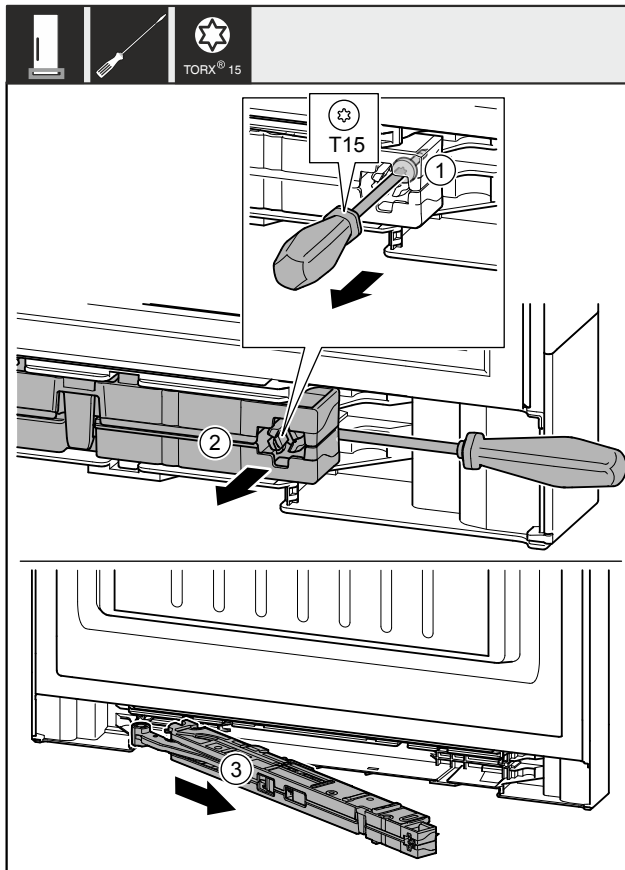

Fig. 12
- ▶ Schroef Fig. 12 (1) op sluitdemperunit met een schroevendraaier ca. 14 mm losdraaien.
- ▶ Hef de sluitdemperunit Fig. 12 (2) aan de greepzijde naar voren met een schroevendraaier.
- ▶ Sluitdemperunit Fig. 12 (3) uittrekken.